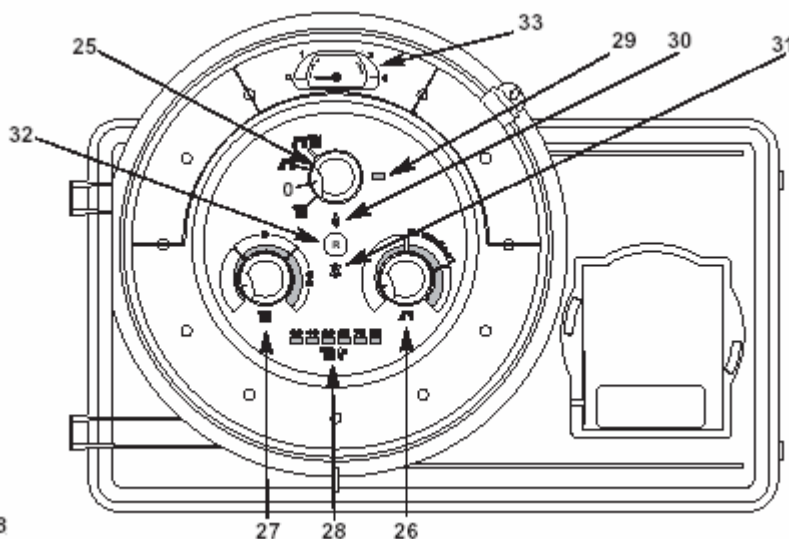

Fig. 18
Butonul de reglare a încălzirii **27** «**■**» (fig. 18) permite reglarea temperaturii apei circuitului de încălzire în funcție de exigențele climei.
Indicatorul **28** «**■**» (fig. 18) afișează această temperatură.
- Poziționați comutatorul **25** (fig. 18) pe «**■**» senzorul verde **29** aprins.
- Poziționați comutatorul **25** pe «**O**» senzorul verde **29** (fig. 18) rămâne aprins. Funcțiile anti-îngheț ale centralei rămân active.
*Nu uitați să-l reporniți la începutul sezonului de încălzire sau în momentul re poziționării comutatorului **25** (fig. 18) sub «**■ ■**».*